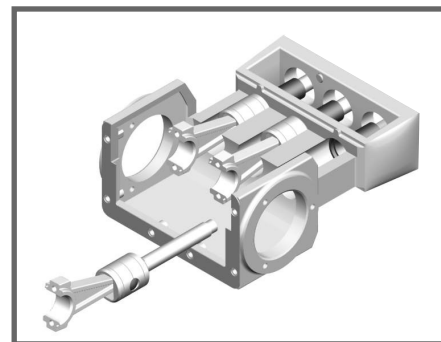

Fig. 56
- 1- Retirar o conjunto biela/ pistão do carter da bomba. (Fig. 56)